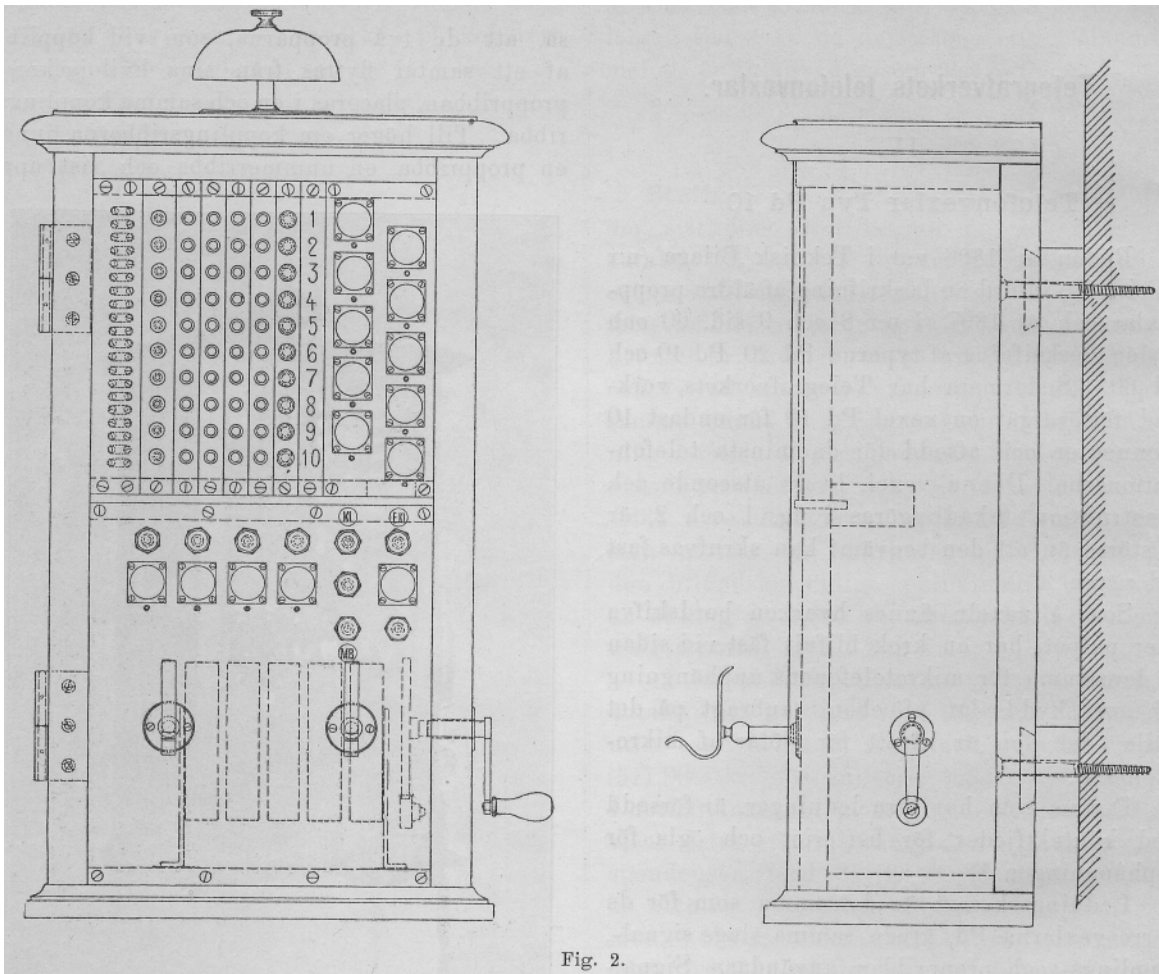

Fig. 2.
*) En annan anordning visas i fig. 2, där krokar för uppbärandet af mikrotelefonen äro anbragta nedtill på vexelns framsida. Ögla i mikrotelefonen blir då obehöflig